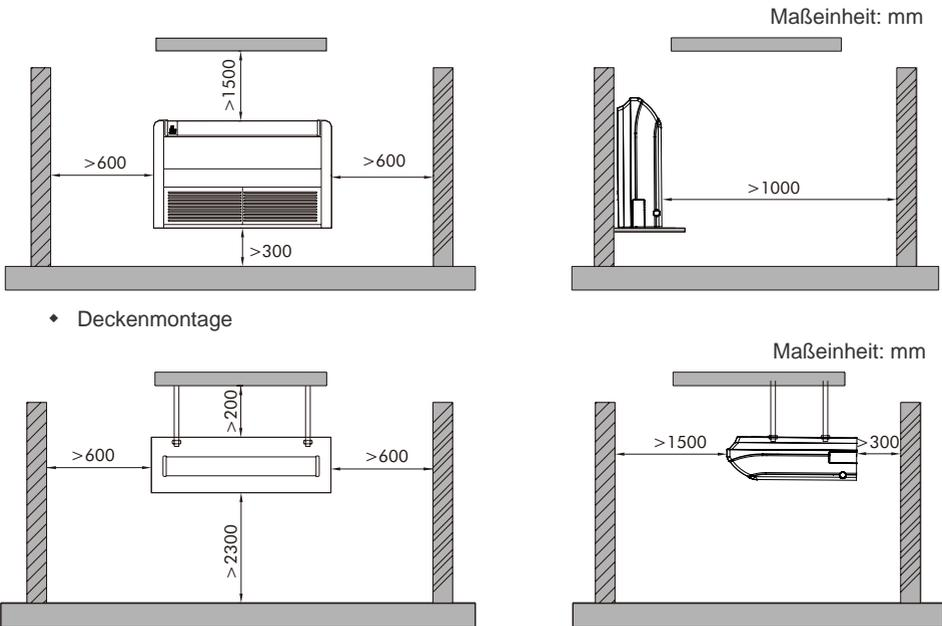

Abb. 2
- (1). Das Klimagerät an einem Ort installieren, der das Gewicht des Geräts tragen kann.
- (2). Der Luftein- und ausgang darf nicht behindert werden, damit die Luft in den ganzen Raum verteilt werden kann.
- (3). Einen Wartungsraum rund um das Klimagerät gemäß Abb. 2 frei lassen.